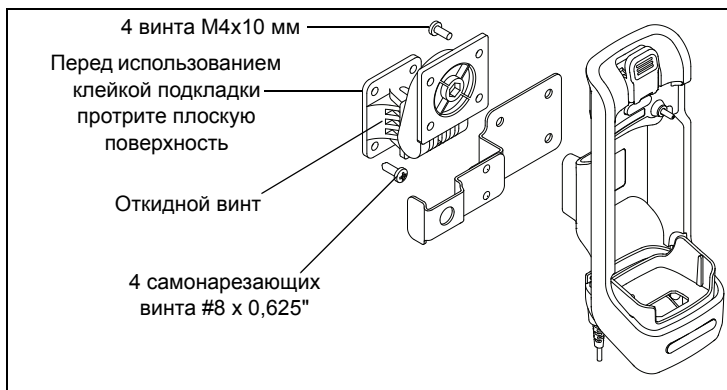

Рис. 1: Автомобильная базовая станция, скоба RSM и монтажный кронштейн
При установке автомобильной базовой станции выполните следующие действия или адаптируйте их для конкретного транспортного средства. См. Рис. 1 выше.
5. Закрепите базовую станцию на второй половине кронштейна при помощи четырех винтов М4х10 мм. Скобу RSM можно закрепить между двумя половинами кронштейна или установить отдельно, как показано на Рис. 1.